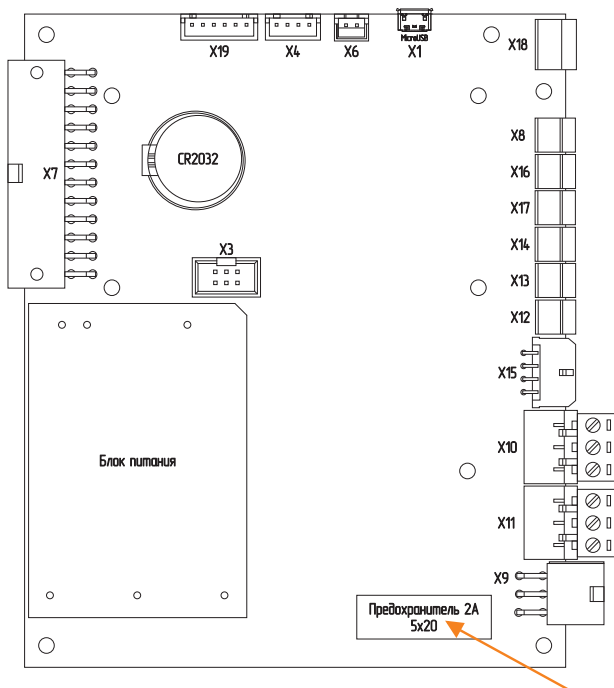

Рис. 11 Плата контроллера
3. Замените предохранитель Рис. 11 (запасной предохранитель в базовой комплектации котла).